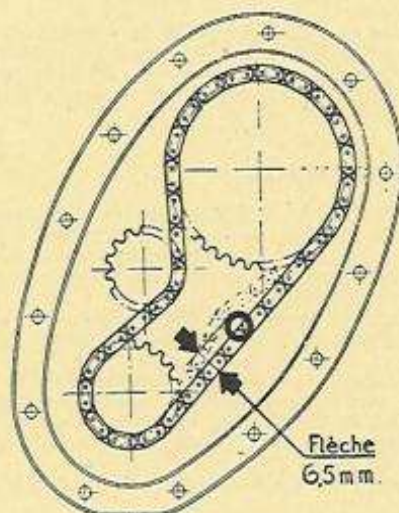

Fig. 23. — Flèche de la chaîne.
- 4° Resserrer le contre-écrou (4) et remonter le dispositif d'étanchéité. La flèche maximum de la chaîne doit être de 6,5 mm (fig. 23).